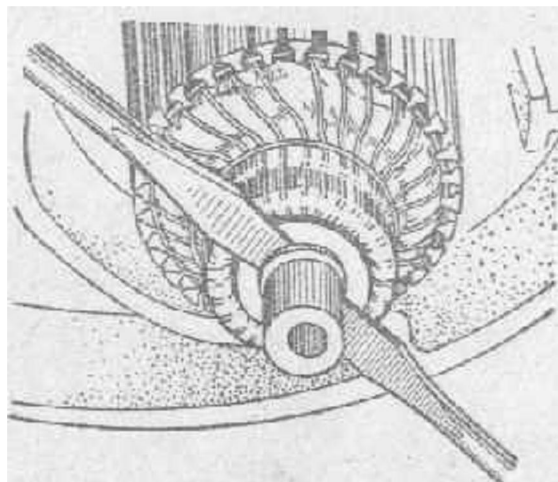

Рис. 89. Снятие кулачка
5. Вывернуть ключом ($S = 10$ мм) болт крепления якоря на цапфе коленчатого вала и, поддев кулачок двумя отвертками (рис. 89), снять его.